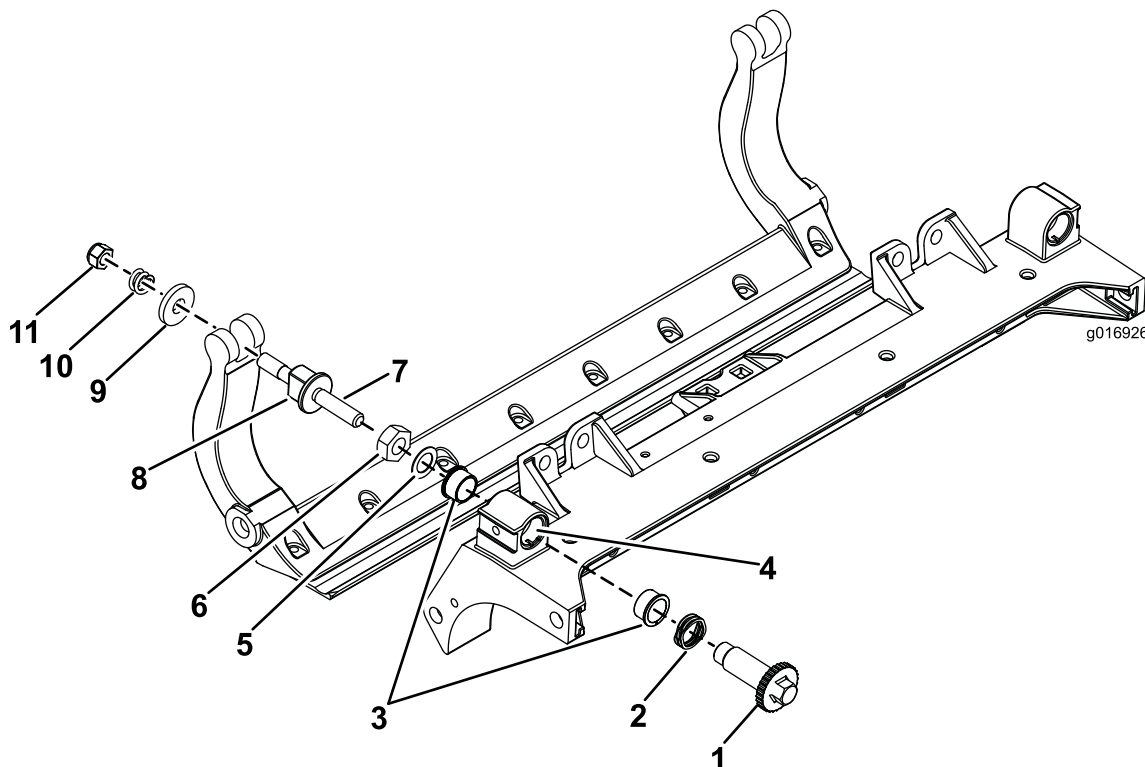

図 33
1. 全部のパーツを取り外すHD DPA キットモデル 120-7230の 取り付け要領書および 図 33を参照。
2. カuttingユニットのセンターフレームのブッシュ挿入場所に固着防止剤を塗布する 図 33。
3. フランジブッシュのキーとフレームのキー溝を揃えて、ブッシュを挿入する 図 33。
4. アジャスタシャフトにウェーブワッシャを通し、アジャスタシャフトをCuttingユニットのフレームのフランジブッシュに通す 図 33。
5. 平ワッシャとロックナットでアジャスタシャフトを固定する 図 33。ロックナットを2027N·m 2.072.76kg.m=1520ft-lbにトルク締めする。
11. その外側からスチール製ワッシャを取り付ける 図 33。
注 内側のワッシャには遊びがあってよい 図 33。
13. 各ベッドバーアジャスタ・アセンブリを締め付けて圧縮スプリングを完全に圧縮し、そこから1/2回転だけ戻す 図 33。